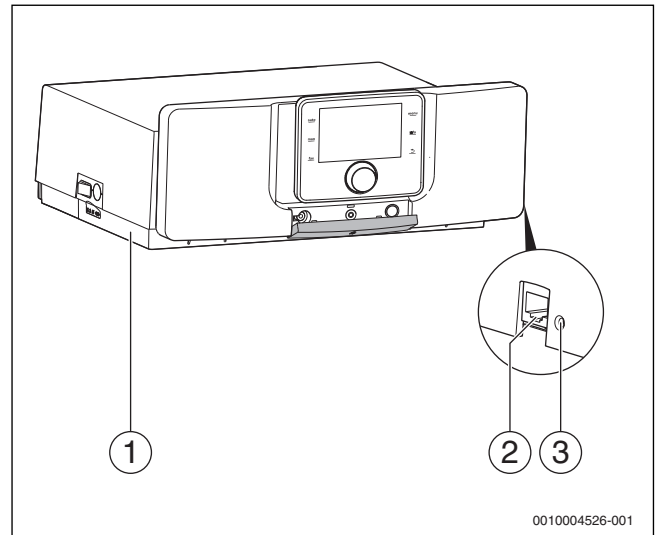

Fig. 12 Posibilidad de conexión MX25 y módulo IP
Con el primer inicio del app es necesario ingresar el nombre de registro y la contraseña. Los datos de registro se encuentran en la placa de características en el letrero de tipo del módulo IP que se encuentra en el lado del aparato de regulación (→ fig. 12, pág. 9).
- ▶ Mantener activada la tecla **Reinicializar** (→ fig. 12, pág. 9) con un objeto adecuado (p. ej. bolígrafo) durante por lo menos 5 segundos. Se restablecen los datos de registro anteriores.